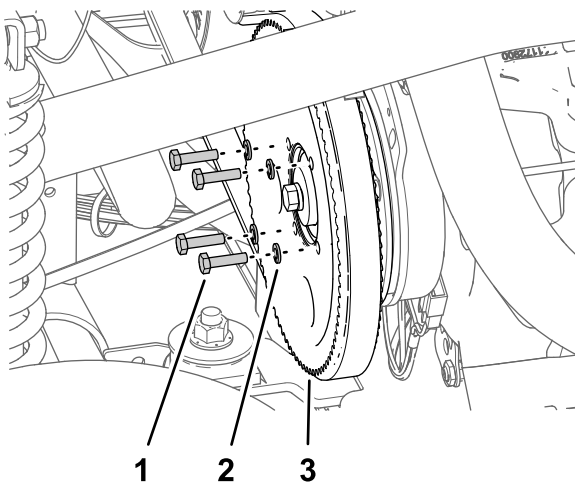

Bild 178
3. Entfernen Sie die vier Schrauben (1/4 x 1") und vier Sicherungsscheiben (1/4"), mit denen die Riemenscheibe an der Sprühpumpe befestigt ist (Bild 178).